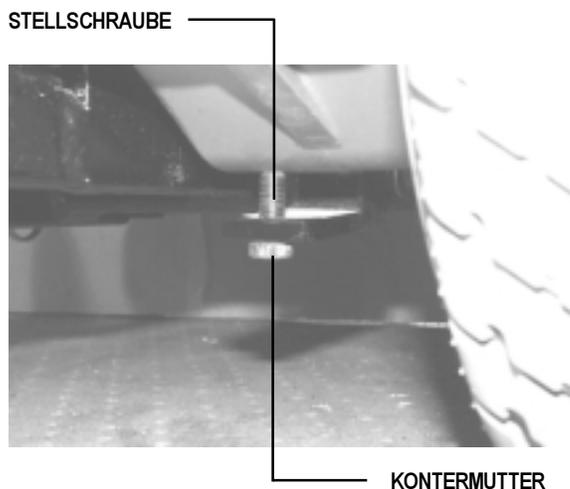

Abb. 11. Höheneinstellung der anti-kipp-räder
2. Suchen Sie die Einstellschraube und die Kontermutter am Ende der Anti-Kipp-Arme (siehe Abb. 11).